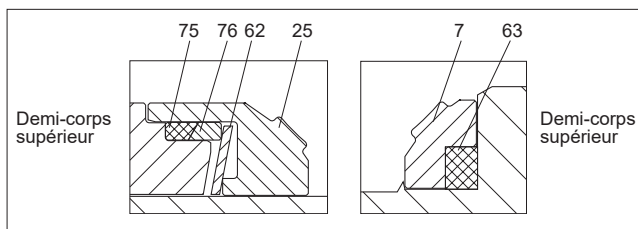

Fig. 20 Sièges H
- Monter le joint (63) sur le siège (7) comme indiqué sur la figure 20, puis placer les deux ensemble complètement dans leur logement dans le corps.
- Poser la sphère sur le siège verrouillé de façon que les faces de la fente se trouvent en face de l'ouverture de l'axe. Engager l'axe (5) dans la vanne. S'assurer que l'extrémité de l'axe entre bien dans la fente de la sphère.
- Monter le siège (25), le ressort (62), le joint de siège (75) et l'anneau de retenue (76) (cf. figure 20) et monter le tout dans le demi-corps supérieur (2).